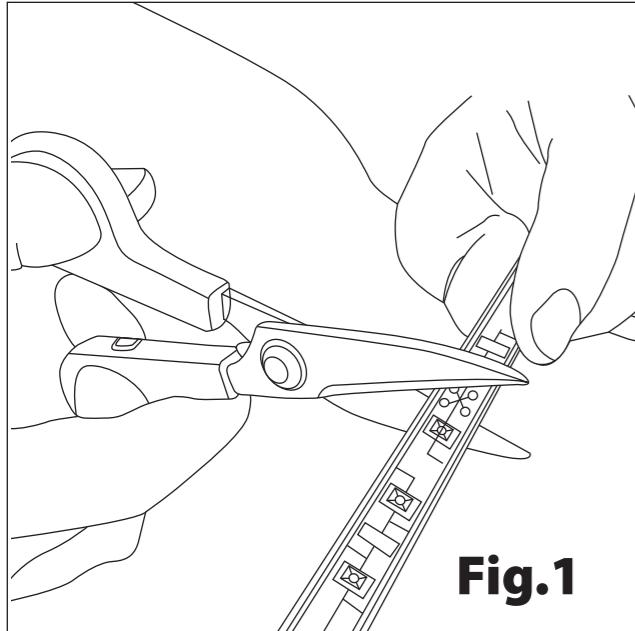

Fig.1
a. La striscia a LED può essere sezionata alla lunghezza che si desidera ottenere, il sezionamento va eseguito in conformità con i marcati e i diagrammi di taglio (fig. 1).
a. La taille de la bande LED peut être ajustée en fonction de la longueur souhaitée, en fonction des marques et schémas de découpe existants (fig. 1).
a. La longitud de la tira de LED se puede ajustar en función de la longitud deseada, en función de las marcas y esquemas de corte existentes (fig. 1).